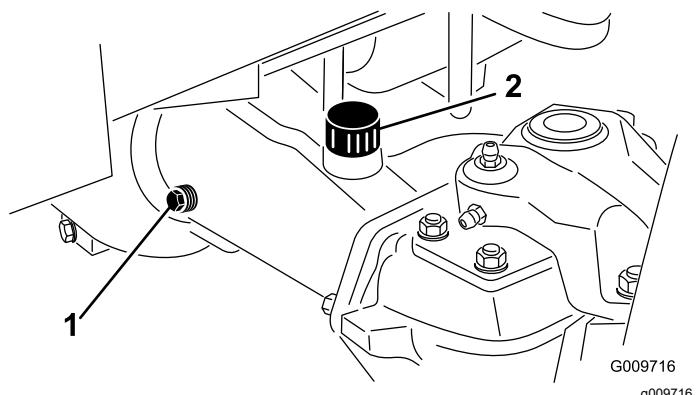

Figura 91
2. Togliete il tappo di controllo da un'estremità del ponte (Figura 91) e verificate che l'olio raggiunga la base del foro. Se il livello è basso, togliete il tappo di riempimento (Figura 91) e rabboccate